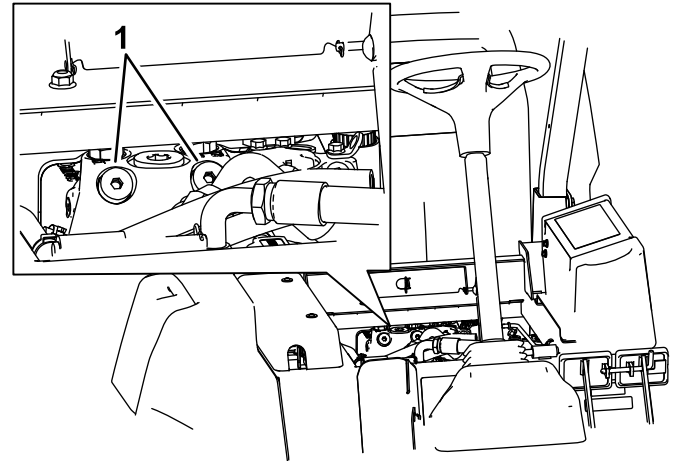

Figure 74
1. Soulevez le siège et localisez les vannes de dérivation qui sont situées sous l'avant du réservoir de carburant (Figure 74).